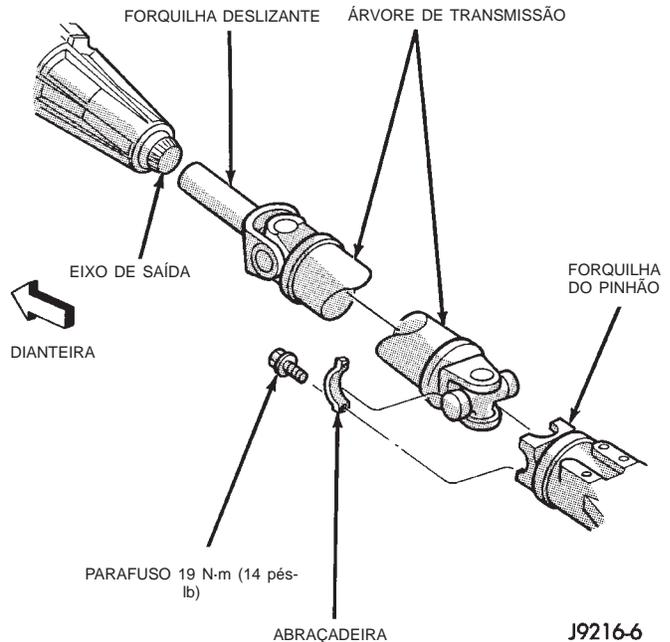

Fig. 13 *Árvore de Transmissão Traseira*
(1) Eleve e apoie o veículo em suportes de segurança.
(2) Coloque a marcha na posição Neutral (Neutro).
(3) Utilizando um marcador adequado, faça uma linha através da forquilha do pinhão do eixo e da forquilha da árvore de transmissão, para usar como referência quando da instalação.
(4) Utilizando um marcador adequado, marque o contorno do mancal central do suporte de apoio para usar como referência quando da instalação, se assim equipado.
(5) Utilizando um marcador adequado, marque o contorno da proteção contra aquecimento do rolamento central para usar como referência na instalação, se assim equipado.
(6) Remova os parafusos que fixam o rolamento central e a proteção contra aquecimento do apoio de suporte, se equipado.
(7) Remova os parafusos que prendem as abraçadeiras da junta universal na forquilha do pinhão.
(8) Deslize a forquilha deslizante para fora da caixa de transmissão ou de transferência, do eixo de saída e remova a árvore de transmissão (Fig. 13).